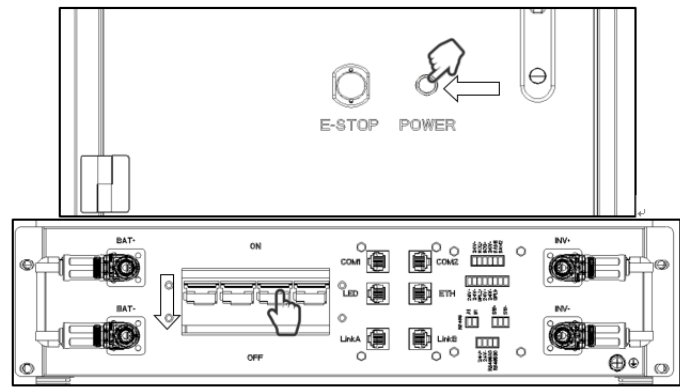

Abbildung 4.2.4
Schritt 5: Drücken Sie die POWER-Taste der Vordertür 3 Sekunden lang, die laufende grüne Kontrollleuchte erlischt, dann stellen Sie den Luftschalter der Hauptsteuerbox in den ausgeschalteten Zustand und das System schaltet sich ab (Abbildung 4.2.4).